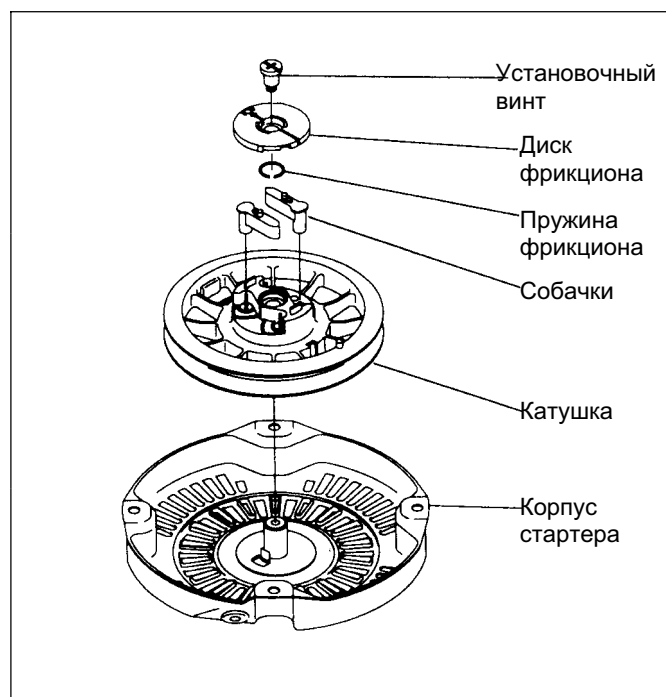

Рис. 10-2
(2) Снять детали стартера (см. рис 10-2), для этого:
(3) Снять катушку (см. рис. 10-2), для этого: